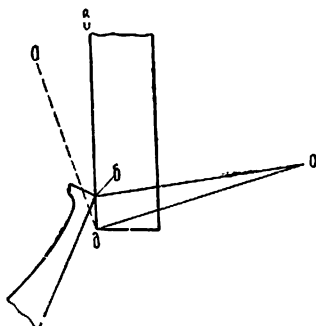

Рис. 111. Угол покоя
Угол покоя показан на рис. 111. Углом покоя называется угол, образованный точками *бод*, где *б* — точка соприкосновения палеты с зубцом (точка покоя), *о* — ось поворота анкерной вилки, *д* — глубина хода палеты.
**Мелкий ход** — так называют часовщики положение, когда угол покоя недостаточен, то есть расстояние от вершины зубца колеса *б* до грани палеты *д* мало (см. рис. 111). Расстояние *бд* считается недостаточным (ход мелкий), если при повороте анкерной вилки от ограничительного штифта до соприкосновения рожка вилки с эллипсом зубца, находившийся на плоскости покоя палеты, не остается на ней, а переходит на плоскость импульса. При этом под-
Глубокий ход — так называют положение, когда угол покоя чрезмерно велик. Расстояние от грани палеты *д* до вершины зубца *б* больше нормального (см. рис. 111). Этот недостаток устраняется перестановкой палет. При глубоком ходе происходит излишняя затрата энергии баланса на освобождение вилки из-под зубца анкерного колеса, что в конечном счете отрицательно сказывается на точности хода часов.